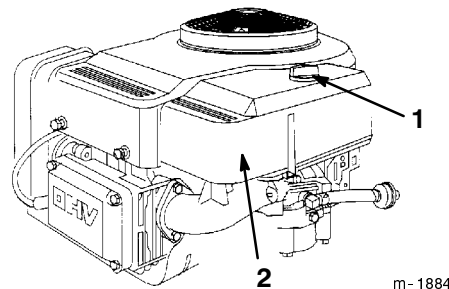

Figure 20
3. Nettoyez la surface autour du filtre à air pour éviter que des impuretés s'introduisent dans le moteur et l'endommagent. Dévissez le bouton et déposez le couvercle du filtre à air (Fig. 20).
3. Reposez le couvercle du filtre à air et le bouton (Fig. 20). Serrez solidement le bouton.